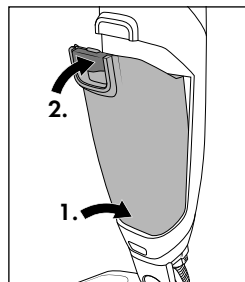

Fig. 15
- ◆ Inserte el depósito de suciedad **10** en la unidad motriz **8** hasta que encastre audiblemente (consulte la fig. 15).